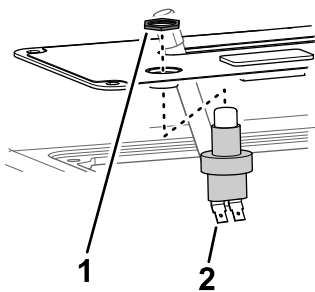

图 5
3. 用锁紧螺母将开关组装到控制面板护罩上然后用手拧紧锁紧螺母图 5。